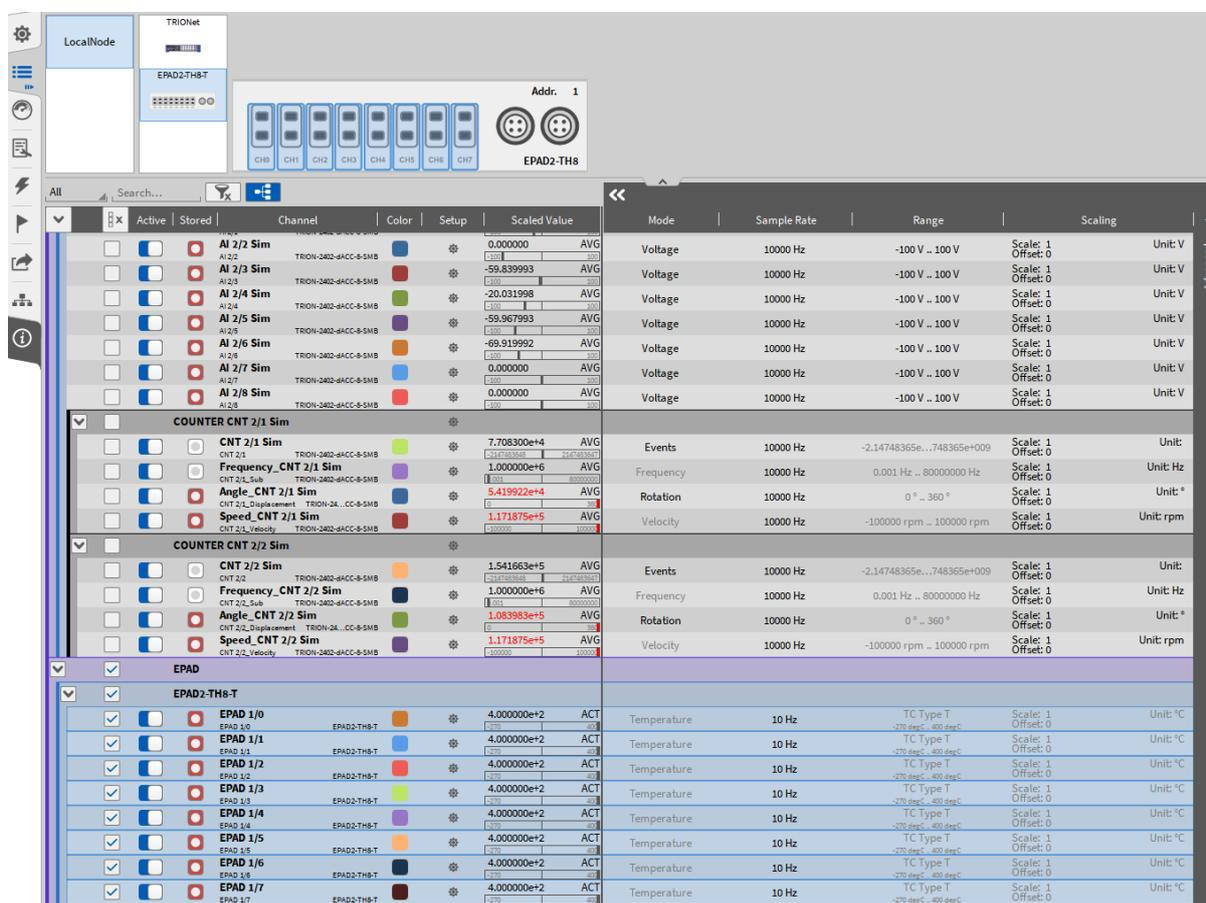

Abb. 4.30: EPAD-Kanalliste
- Die EPAD2-Module sind nun oben in der Systemübersicht (①) verfügbar und werden in der Kanalliste separat angezeigt (②) (siehe Abb. 4.30)